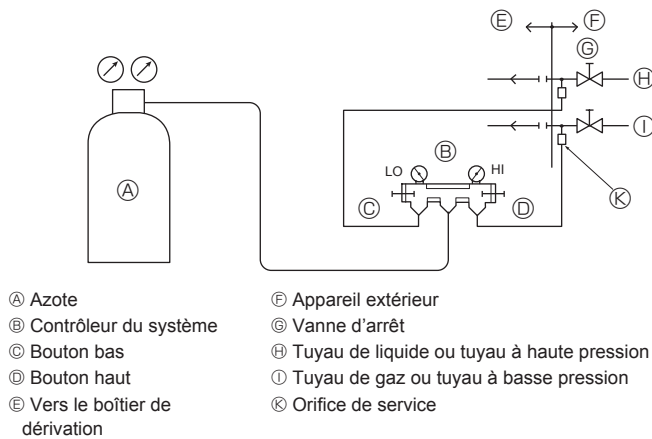

Fig. 4-11
4.7. Test d'étanchéité des tuyaux de réfrigérant (Fig. 4-11)